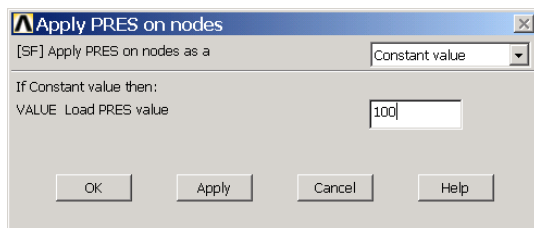

图5.44 对节点施加荷载
(6) 在【Name of array parameter -】文本框中输入【pres\_1(1)】，然后单击【OK】按钮确认。
(7) 单击 Main Menu>Solution>Define Loads>Apply>Structural>Pressure>On Nodes 菜单，弹出图形拾取对话框，用鼠标在图形视窗中选择节点 1、3、4 和 2，单击【OK】按钮，接着弹出如图 5.44 所示的对话框。在【Load PRES value】文本框中输入【100】，单击【OK】按钮关闭对话框。